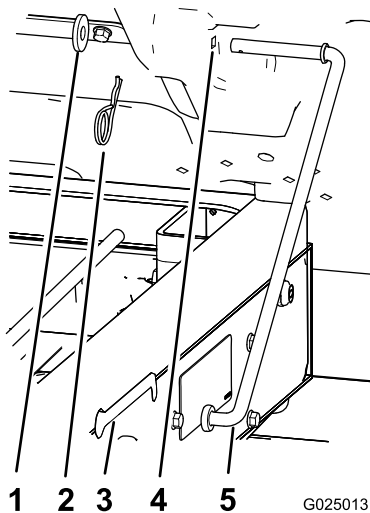

Figure 13
1. Retirez la goupille fendue et la rondelle qui fixent la béquille au bas du plateau (Figure 13).
2. Faites coulisser la béquille en avant pour la retirer du support sur le cadre (Figure 13).